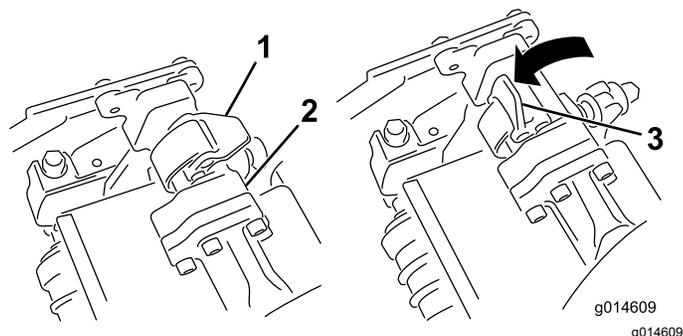

Figura 50
4. Com os fechos na barra do braço de suspensão a apontar para cima (i.e. abertos) (Figura 50), empurre o braço de suspensão para baixo de forma a que a barra passe pela barra através da parte superior da unidade de corte (Figura 51).
5. Feche os fechos para baixo e em redor da barra da unidade de corte e bloqueie-os no sítio (Figura 50).
5. Abra os fechos na barra do braço de suspensão da unidade de corte que está a remover (Figura 50).